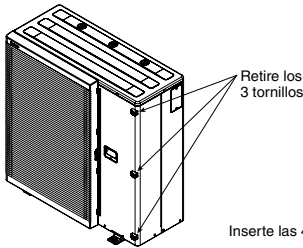

Fig. 6-1
- Retire los 3 tornillos fijados a la placa frontal del compartimiento. (Fig. 6-1)